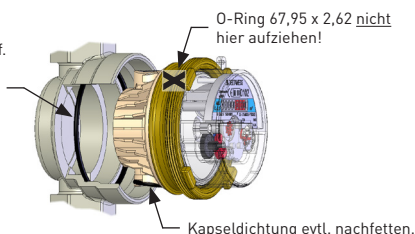

Bild 4 - O-Ring einlegen
- **ACHTUNG! Mitgelieferten O-Ring 67,95 x 2,62 (Art.-Nr. 20132) mit beiliegendem Silikonfett einfetten und in das Gehäuse einlegen (Bild 4). Kapseldichtung evtl. nachfetten! → KEIN FERMIT VERWENDEN!**